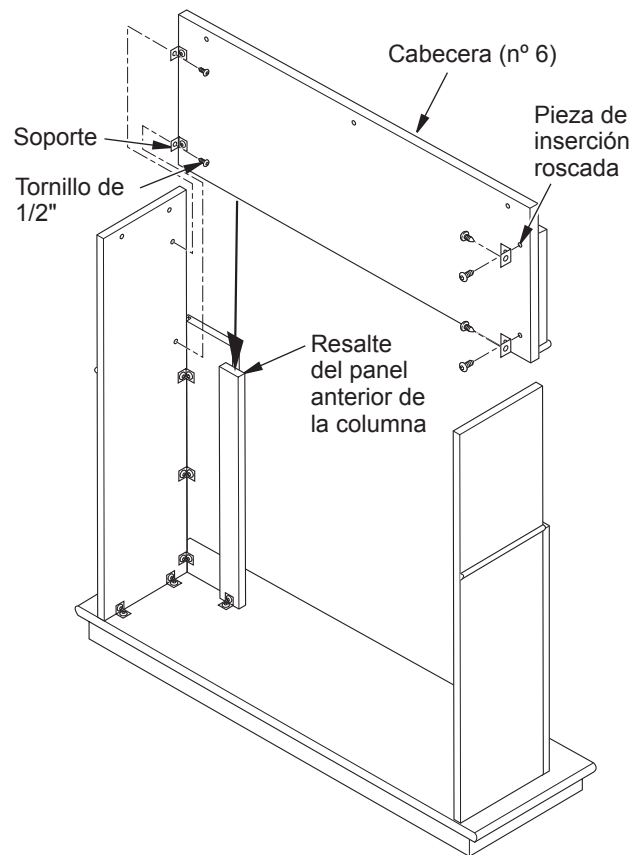

Figura 3 - Fijación de la cabecera
2. Coloque la cabecera (n° 6) en su sitio, sobre la parte superior de los ensambles de columna, con la flecha apuntando hacia arriba. La parte inferior de la cabecera entrará haciéndola deslizar por detrás de la porción superior de los paneles anteriores de las columnas y se apoyará sobre los resaltes (consulte la figura 3). Alinee los orificios de los soportes a las piezas de inserción roscadas en los ensambles de las columnas. Fije la cabecera a los ensambles de las columnas usando cuatro tornillos de 1/2 pulgada a través de los soportes. Deje los tornillos flojos.